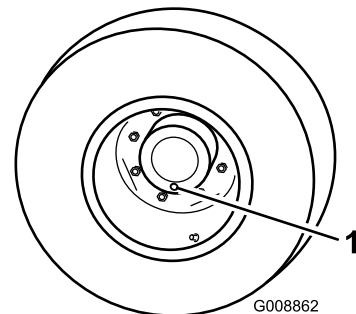

Figura 90
1. Con la máquina en una superficie nivelada, coloque una rueda de manera que uno de los tapones de verificación esté en la posición más baja (posición de las 6) (Figura 90).